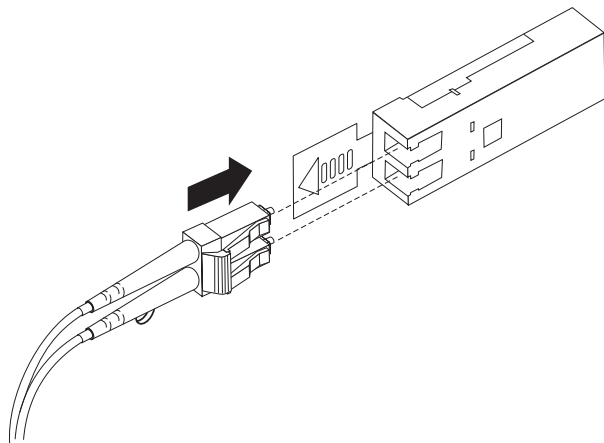

図 22. LC-LC ファイバー・チャネル・ケーブルの SFP モジュールへの挿入
4. 保護キャップを外した LC-LC ケーブルの端を、EXP5060 に取り付けられた SFP モジュールに慎重に挿入します。ケーブル・コネクタは、SFP モジュールに正しく挿入できるようにキー溝が付いています。図 22 に示すように、コネクタを持ったまま、所定の位置でクリック音がするまでケーブルを押し込みます。